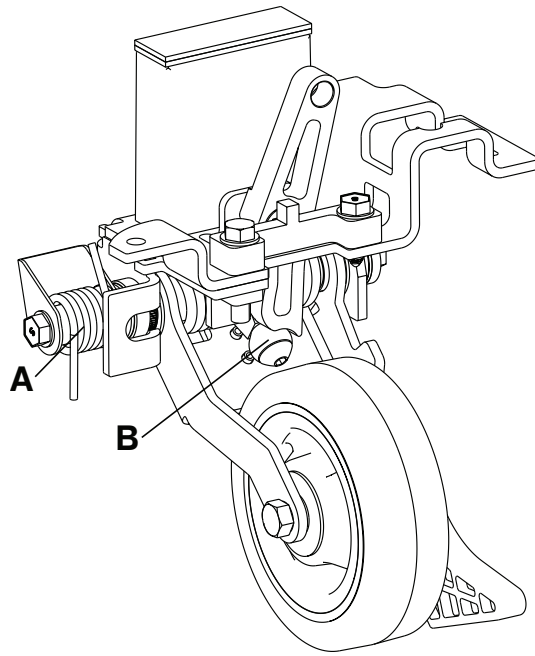

**Figure 22 – Lubrification de la cinquième roue rétractable**
3. Appliquer de la graisse MPG-3 sur le ressort (A) et le galet (B) (Figure 22).